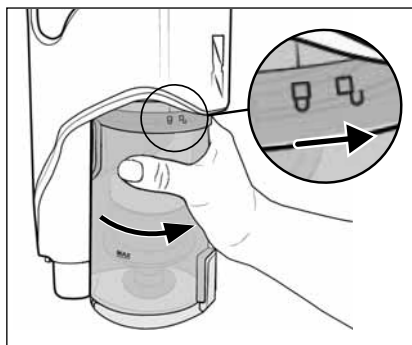

Abb. 25
- 8) Setzen Sie den Staubbehälter **7** wieder in das Gerät und drehen Sie ihn in Richtung des Symbols (schliessen), bis er fest im Gerät sitzt (siehe Abb. 25).